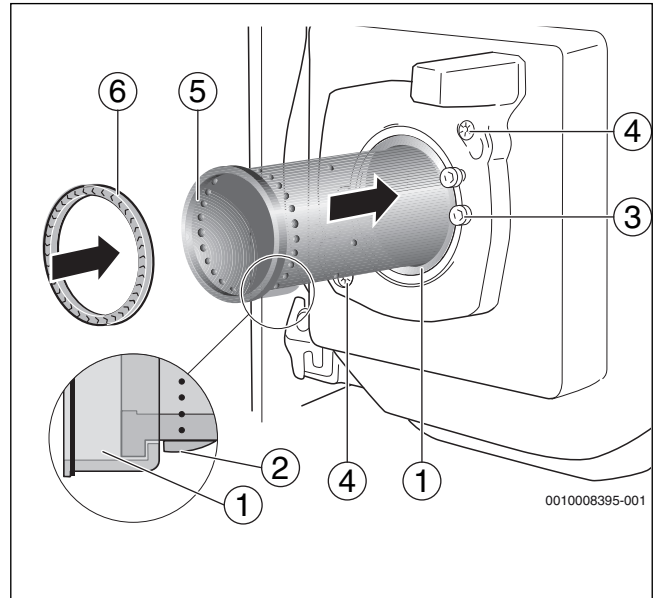

Fig. 38 Sustitución del cañón del quemador
- ▶ Introducir el cañón del quemador (→fig. 38, [5]) en el tubo de apoyo. Introduzca para ello el cañón del quemador por encima de la pestaña (→fig. 38, [2]) y más allá de ésta, hasta el tope del tubo de apoyo. La pestaña del cañón del quemador deberá estar dirigida hacia abajo y acoplarse (→fig. 38, [lupa]).
- ▶ Instalar una junta nueva (→fig. 38, [6]).
- ▶ Antes de montar el quemador compruebe la junta (→fig. 38, [6], pág. 26) situada entre el sistema de mezcla y el cañón del quemador.
- ▶ Coloque la junta (→fig. 38, [6], pág. 26) en el cañón del quemador.
- ▶ Coloque el quemador sobre los dos tornillos de la brida del quemador (→fig. 38, [4], pág. 26).
- ▶ Girarlo hacia la izquierda hasta el tope y apretar nuevamente los tornillos de sujeción (→fig. 38, [4], pág. 26).